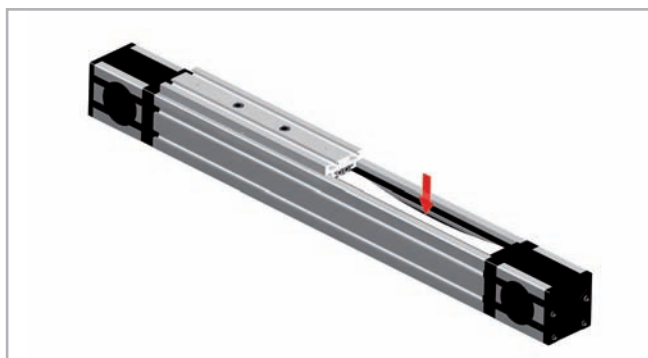

Fig. 40
2. Pressez et déplacez légèrement la courroie crantée au milieu de sa longueur afin que vous puissiez voir les rails intérieurs (voir fig. 40). Il faut éventuellement desserrer ou relâcher la tension de la courroie. Pour cela voir chapitre Tension de la courroie (voir p. US-65)